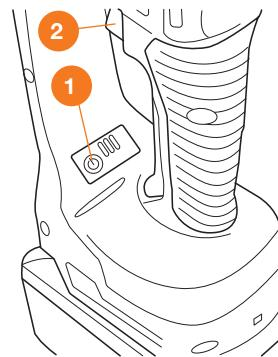

Рис. 9
2. Зажмите кнопку включения индикатора батареи ①, на дисплее отобразиться степень заряда батареи и пила будет готова к дальнейшей работе (Рис. 9).
3. Нажмите клавишу включения ②. Двигатель зарабатывает и цепь начнет вращение.
5. Продолжайте держать нажатой клавишу включения ②, для проведения работы с пилой.
6. Для остановки двигателя отпустите клавишу включения ②.
8. Нажмите на кнопку включения ①, индикатор заряда батареи погаснет.